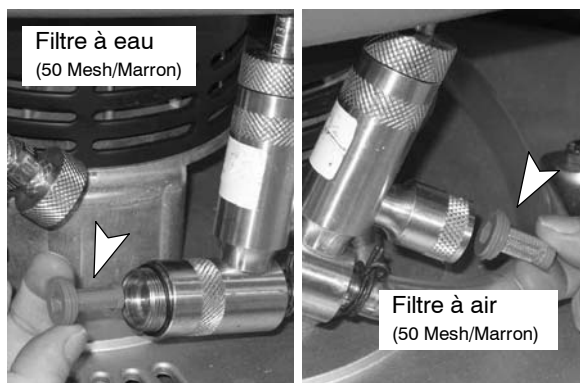

FIG. 55
- Remplacez le filtre à eau et le filtre à air (Figure 55). Une clé de 8 mm pour vis à 6 pans est nécessaire pour installer le nouveau filtre à eau.